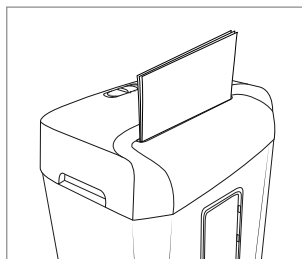

Fig. 2
- ◆ Inserire la carta verticalmente dall'alto all'apertura di taglio **8** (vedi Fig. 2). L'apparecchio si avvia automaticamente e si arresta automaticamente non appena si interrompe l'inserimento della carta.
- ◆ Afferrare il dispositivo di taglio **5** dai due incavi integrati **7** e posizionarlo sul contenitore di raccolta **10** in modo tale che il cavo di rete **1** sia rivolto verso dietro e la finestrella d'ispezione **9** del contenitore di raccolta **10** sia rivolta in avanti (vedere fig. 2).